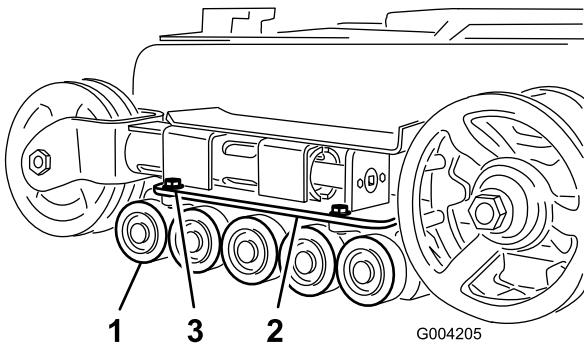

Рисунок 48
- Отвинтите 4 болта, которые крепят нижнюю направляющую каждой гусеницы, которая включает в себя опорные катки, и снимите их (Рисунок 48).